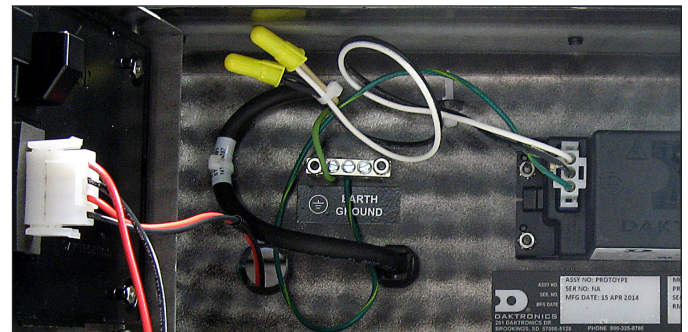

Figure 24: Raccordement de l'alimentation
2. Utilisez des serre-fils ou autre matériel approprié pour raccorder les câbles d'alimentation au faisceau d'alimentation, comme indiqué en **Figure 24**.
3. Raccordez le câble de « ground » de la source d'alimentation à la barre de mise à la terre, comme indiqué en **Figure 24**.